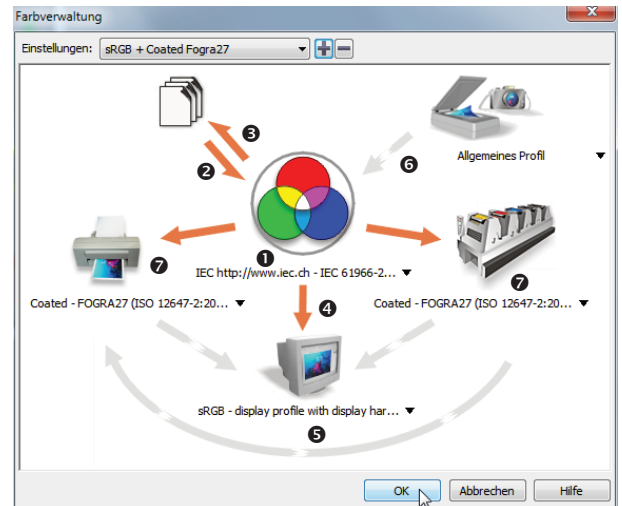
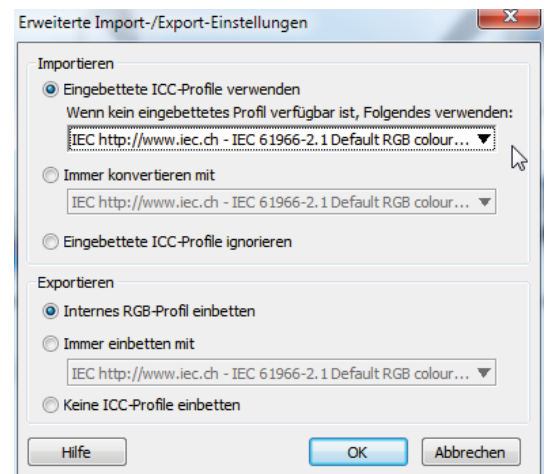

Abb. 13-25: Sinnvolle Farbeinstellungen für die Arbeit mit Profilen
Abb. 13-26: Optionen für den Umgang mit Profilen
- Als Arbeitsfarbraum (Abb. 13-25 ❶) kann das Standardprofil *sRGB IEC61966-2.1* empfohlen werden. Dies sollte man auch für den Monitor verwenden, falls kein spezielles Monitorprofil ❺ verfügbar ist. Das in den Desktop-Eigenschaften festgelegte Monitorprofil wird von COREL nicht automatisch verwendet - es muß in den Farbeinstellungen extra festgelegt werden.
- Die Aktivierung des Schalters ❷ sorgt dafür, daß Profile beim Öffnen/Importieren ausgelesen werden. Anschließend werden die Farben in den Arbeitsfarbraum ❶ konvertiert, d.h. umgerechnet. Das bedeutet: die Farbe bleibt gleich, die RGB-Werte ändern sich.
- Während der Bildbearbeitung liegen die Farben im AFR vor, hier im Beispiel Abb. 13-25 ist das *sRGB IEC61966-2.1* ❶. Dieses Profil wird beim Speichern an die Datei angehängt, wenn der Schalter ❸ aktiviert und die entsprechende Exportoption *Internes RGB-Profil einbetten* (Abb. 13-26) gewählt wurde.
- Die Aktivierung des Schalters ❹ kann bei Anwendung des *Allgemeinen Profils* für Scanner und Kamera nicht empfohlen werden. Tests der Autorin haben ergeben, dass dies zu extremen Farbverfälschungen im gescannten Bild führt. Wenn ein spezielles Scannerprofil des verwendeten Geräts verfügbar ist, kann es hier geladen und die Verwendung aktiviert werden. Die Wirkung auf die Farbwiedergabe sollte man vor dem regelmäßigen Einsatz testen.
- Für die Druckausgabe ist man mit der Wahl des Standardprofils *Europe ISO Coated FOGRA27* ❷ für den Druck im europäischen Raum auf der sicheren Seite. Dieses Profil wird auch von Dienstleistern empfohlen und eingesetzt. Inwiefern diese Festlegung für den Umgang mit Farben während der Bildbearbeitung von Belang ist, wird im Kapitel 13.12.3 näher erläutert.
- Die Farbverwaltung von CPP sollte nun so eingestellt werden, dass Profile gelesen und gespeichert werden (vgl. Abb. 13-25 und 13-26). Als Arbeitsfarbraum wird das extrahierte Dateiprofil eingestellt.